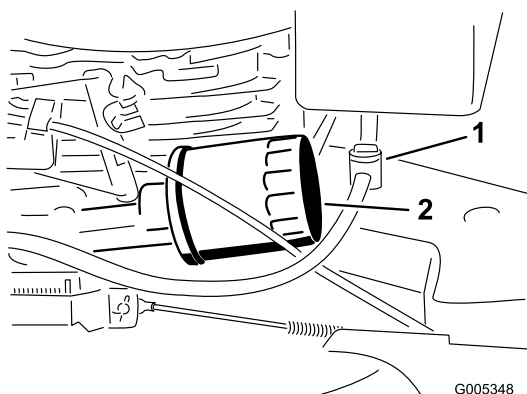

Figura 23
Cambie el filtro de aceite (Figura 23) cada 100 horas de operación o una vez al año, lo que ocurra primero.
3. Cierre la válvula de combustible (Figura 23)